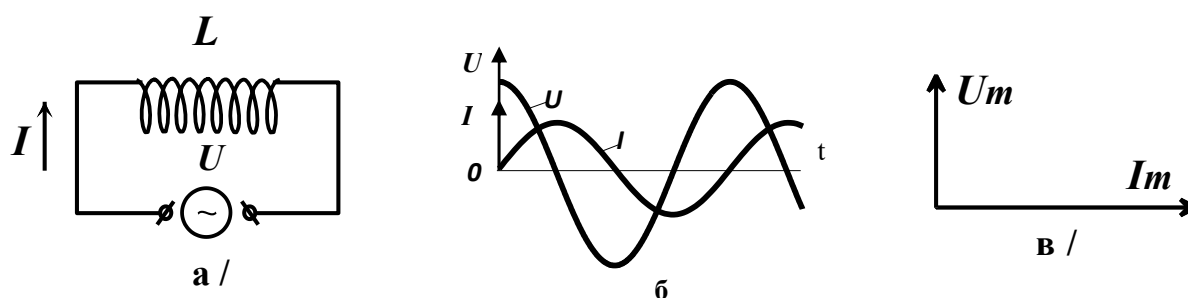

Рис. 3
Подадим переменное напряжение (1) на катушку индуктивности с пренебрежимо малыми сопротивлением и емкостью, как показано на рис. 3а.
На рис. 3б показана зависимость мгновенных значений напряжения и тока в цепи, содержащей индуктивность, от времени. Из рисунка и из сравнения соотношений (1) и (10) видно, что ток, текущий через индуктивность, отстает по фазе от напряжения на индуктивности на  $\pi/2$  (напряжение опережает ток на  $\pi/2$ ). На векторной диаграмме изменение во времени представляется вращением вектора против движения часовой стрелки. Если вектор тока направить горизонтально, то векторная диаграмма цепи, содержащей индуктивность, примет вид, представленный на рис. 3в.